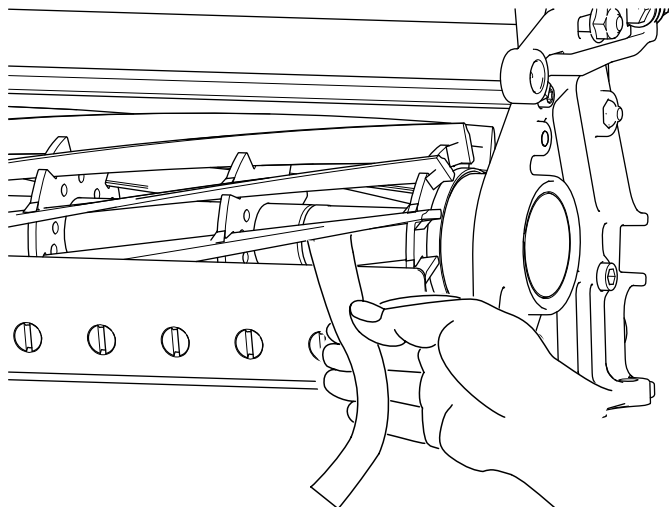

Figura 8
- B. Inserați o bucată lungă de hârtie (nr. Piesă Toro 125-5610) pentru verificarea performanței de tăiere între cilindru și contracușit, perpendicular pe acesta din urmă (Figura 8), apoi rotiți cilindrul **încet** în față; ar trebui să taie hârtia; în caz contrar, repetați pașii **A** și **B** până când ajungeți la acest rezultat.
11. Inserați o bucată lungă de hârtie pentru verificarea performanței de tăiere (nr. piesă Toro 125-5610) între cilindru și contracuțit, perpendicular pe acesta din urmă (**Figura 8**), apoi rotiți cilindrul **încet** în față; ar trebui să taie hârtia; în caz contrar, rotiți fiecare șurub de reglare al barei de cadru în sensul acelor de ceasornic cu 1 clic și repetați acest pas până când taie hârtia.